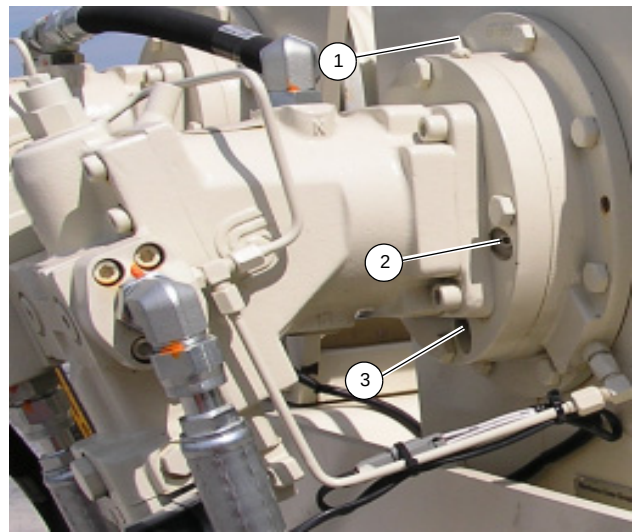

FIGURA 5-3
Para revisar el aceite de freno del malacate, saque el tapón de inspección (2, Figura 5-3) e inspeccione el nivel de aceite visualmente. El líquido deberá estar al nivel del fondo del agujero de inspección. Si se necesitan más fluidos, agregar a través del agujero del tapón de llenado y del ventilador del aceite de freno hasta que el aceite esté en el nivel inferior del agujero de inspección (1).
Para vaciar y añadir aceite nuevo, quite el tapón de vaciado (3, Figura 5-3), tapón de inspección (2) y tapón de ventilación (1), y vacíe el aceite hidráulico. Vuelva a instalar el tapón de vaciado (3) y añada fluido por el agujero de inspección (2), hasta el nivel inferior del agujero de inspección. Instale el tapón de inspección y el tapón de ventilación (1) e inspección de aceite (2). Consulte la *Puntos de lubricación*, página 5-3. La capacidad de llenado del freno de malacate es 0.23 l (0.25 qt).
Se recomienda cambiar el aceite en el mecanismo y en las secciones del freno después de las primeras 50 horas de funcionamiento y cada 1000 horas o 6 meses de uso. El aceite del mecanismo se vacía retirando el tapón con respiradero/de vaciado (vea la *Figura 5-3*).